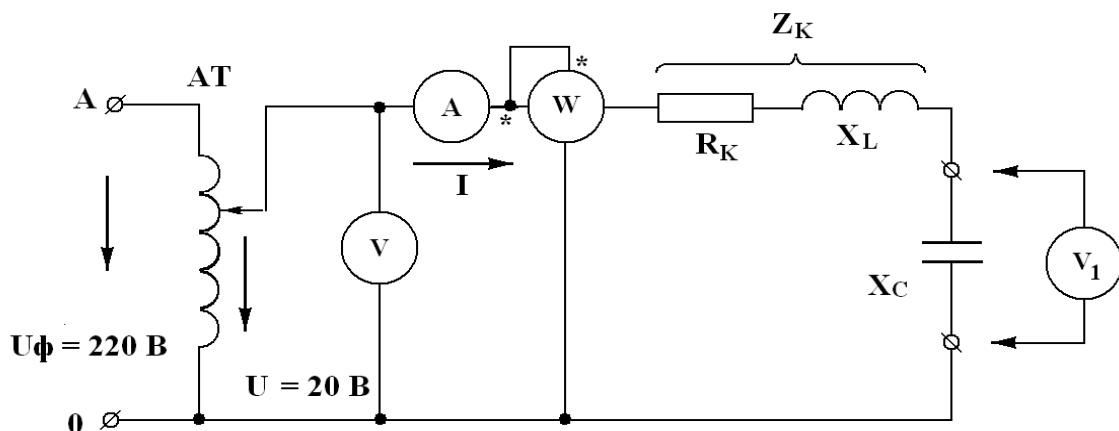

Рис.2.
- Собрать электрическую схему (рис.2). Предъявить преподавателю для проверки.